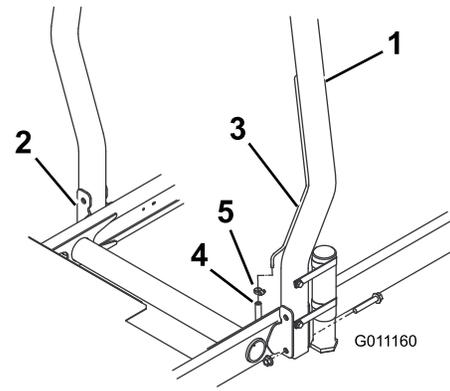

Figura 8
1. Baixe o arco de segurança até aos suportes de montagem da unidade de tração, alinhando os furos de montagem. Certifique-se de que o tubo de ventilação no arco de segurança fica do lado esquerdo da máquina (Figura 8).
2. Fixe cada lado do arco de segurança aos suportes de montagem com dois parafusos de cabeça flangeada e porcas de bloqueio (Figura 8). Aperte os fixadores com uma força de 81 N m.